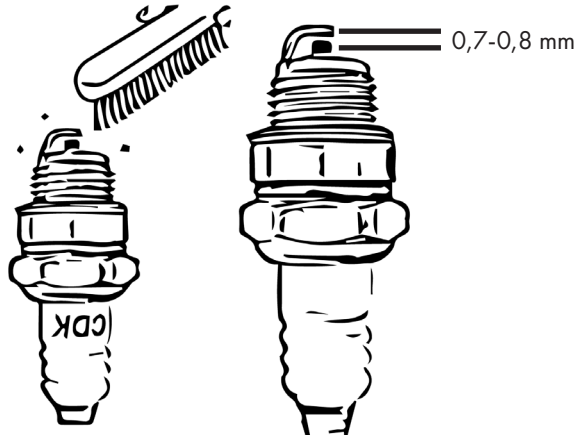

Figure 24
- Enlevez les dépôts sur la bougie d'allumage. Voir figure 24.
- Réglez l'écartement des électrodes avec une valeur de consigne de 0,7 à 0,8 mm. Voir figure 24.